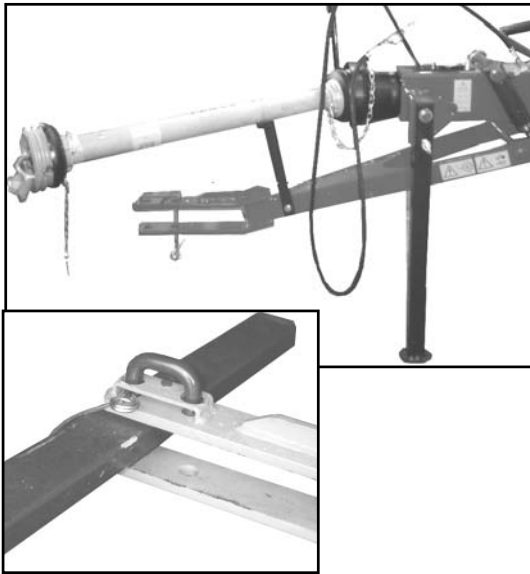

Fig. 3-1
- Hauteur du bras inférieur : env. 400 mm du sol (fig. 3-1)